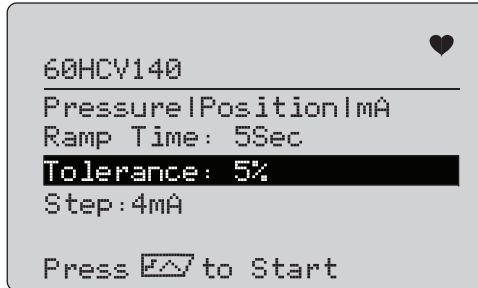

Рисунок 52. Настройка проверки характеристик
1. Перейдите в меню **Signature Test** (Проверка характеристик). См. Рисунок 52.